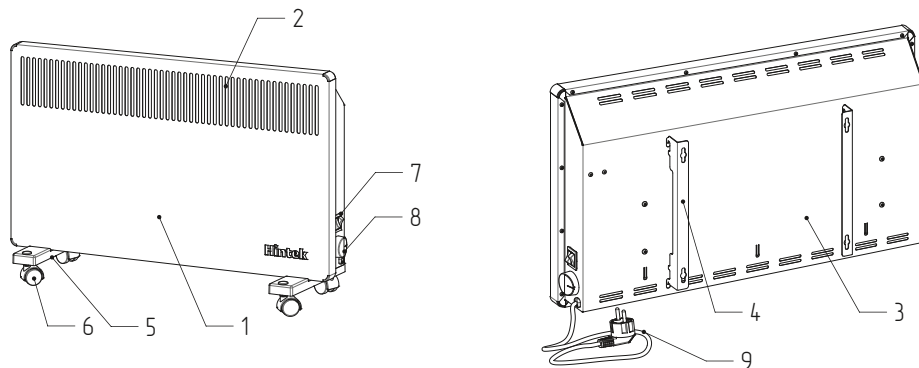

Рисунок 2.
5.1. Конвектор (см. рис. 2, 3, 4) представляет собой металлический корпус, состоящий из передней панели (1) и задней панели (3), внутри которого на шасси расположен электронагревательный элемент (на чертеже не показан). На корпус могут быть установлены настенные кронштейны (4) или колёсные опоры (5), имеющие по 2 поворотных колеса (6). На боковой поверхности корпуса расположены роковые переключатели с подсветкой (7) и ручка термостата (8).